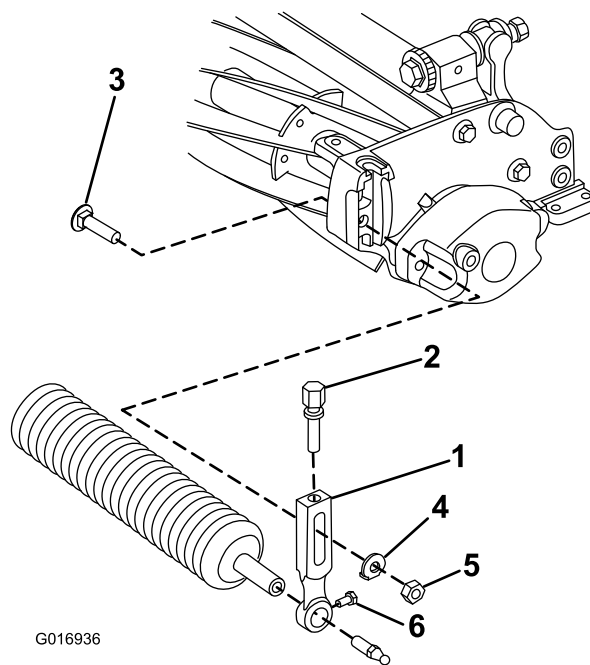

图 14
12. 执行以下步骤将前滚筒总成安装到滚刀组请参阅图 14。